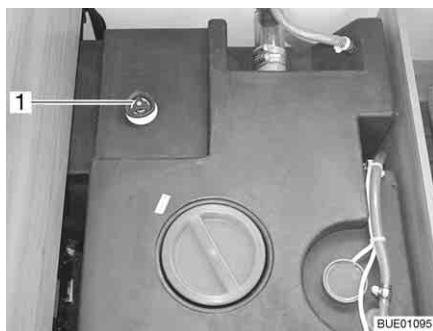
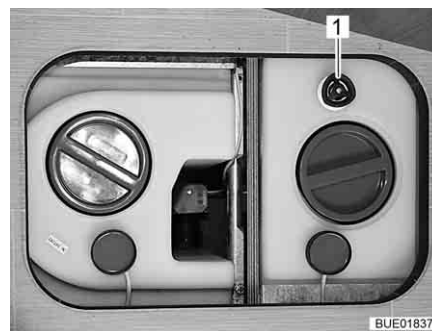

Fig. 224 Depósito de agua con tirador giratorio (Viseo)
Fig. 225 Depósito de agua con tirador giratorio (Elegance)
- Girar el tirador giratorio (Fig. 224, 1 ó bien Fig. 225, 1) del depósito de agua en sentido contrario a las agujas del reloj sobrepasando la resistencia, para abrir el orificio de salida completamente.